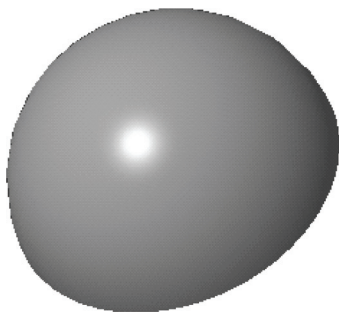

图 10-53 打开模型文件
STEP 01 单击快速访问工具栏中的“打开”按钮, 打开模型文件, 如图 10-53 所示。